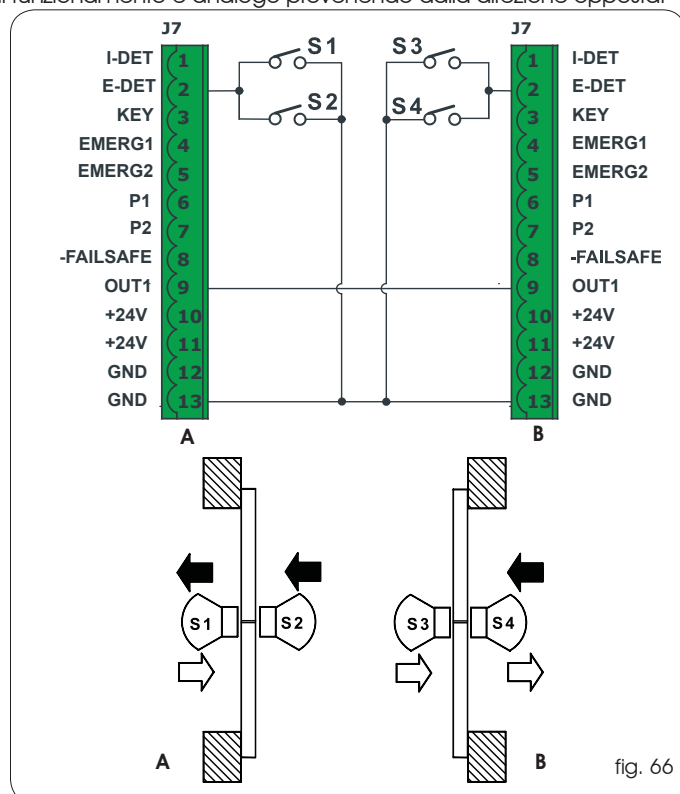

fig. 66
- Eseguire i collegamenti tra le morsettiere J6 delle due schede, e dei sensori come da fig. 66 .